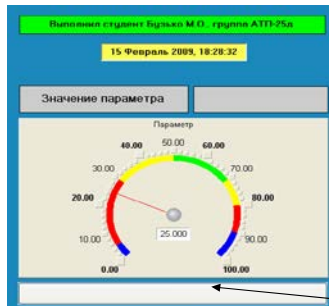

Рисунок 3.1 – Редагування RTM 1
3. На інструментальній панелі графічного редактора вибрати ЛК ікону  **Кнопка**. Розмістити GE в полі екрану під GE **Стрілочний прилад** (див. рис. 3.1).